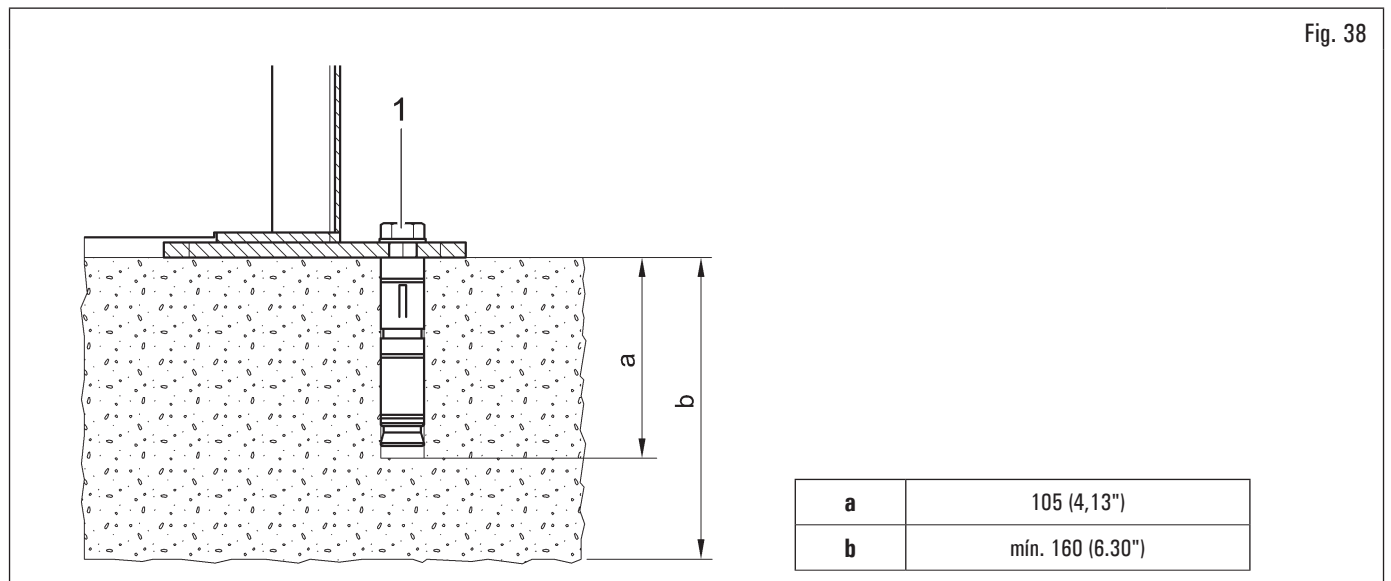

Fig. 38
El equipo embalado se fija al palet de soporte por medio de orificios en el bastidor e indicados en la figura siguiente. Tales perforaciones también deben utilizarse para la fijación al suelo, utilizando anclajes adecuados para hormigón (no incluidos). Antes de fijar al hormigón, compruebe que todos los puntos de anclaje estén nivelados, nivelados y en contacto con el suelo. En el caso contrario, colocar un espesor entre el equipo y el piso, como se muestra en la Fig. 38.
- Para la fijación del equipo al suelo, utilice pernos y pasadores (Fig. 38 ref. 1) con vástago roscado M8 (UNC 5/16) adecuado al suelo sobre el que se fijará la equilibradora y en número igual al número de orificios de montaje en el marco inferior;